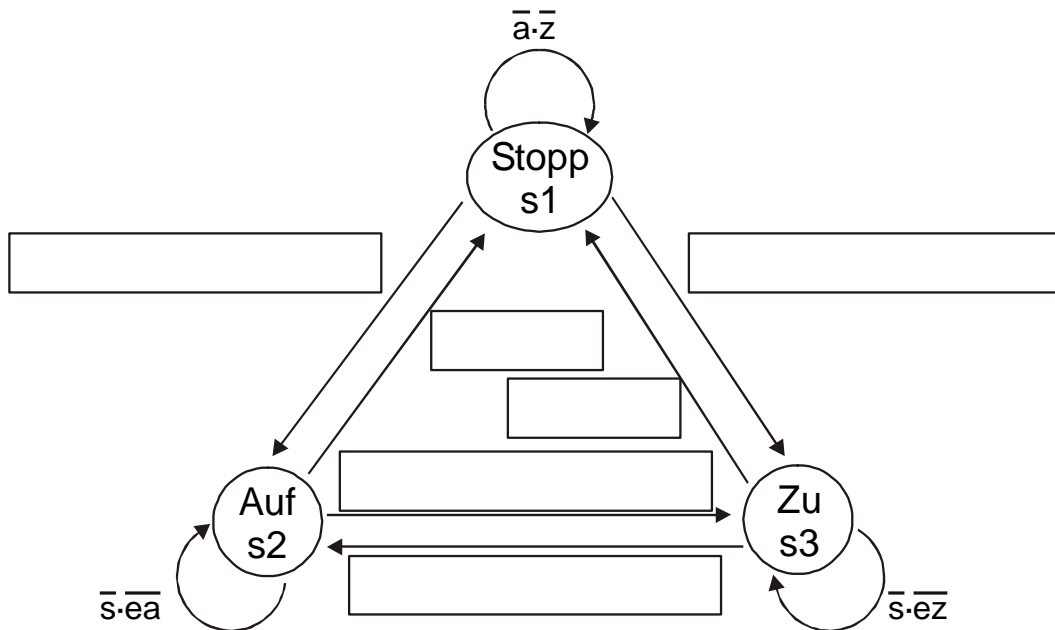

Abbildung 2.1: Zustandsgraph für Garagentorsteuerung
Der Zustandsgraph für die Modellierung enthält drei Zustände ($s1$, $s2$, $s3$). Im Zustand „Auf“ wird das Tor durch einen laufenden Motor geöffnet, im Zustand „Zu“ geschlossen. Im Zustand „Stopp“ ist der Motor ausgeschaltet. In Abbildung 2.1 ist der unvollständige Zustandsgraph für die beschriebene Garagentorsteuerung abgebildet.
- Tragen Sie die Bedingungen für die Übergänge aus den Zuständen „Auf“ und „Zu“ in den Zustand „Stopp“ in den Zustandsgraphen in Abbildung 2.1 ein und verwenden Sie dazu die Informationen aus der Ablauf-tabelle in Abbildung 2.2!
- Tragen Sie die Bedingungen für das Verbleiben in den Zuständen „Auf“ und „Zu“ in die Ablauf-tabelle in Abbildung 2.2 ein und verwenden Sie dazu die Informationen aus Abbildung 2.1! Kennzeichnen Sie irrelevante Bedingungen durch „X“!
- Beschriften Sie die zu diesen beiden Übergängen gehörenden Pfeile in Abbildung 2.1 mit den entsprechenden booleschen Gleichungen für die Eingangsvektoren und tragen Sie diese Übergänge in die Ablauf-tabelle in Abbildung 2.2 ein! Kennzeichnen Sie irrelevante Bedingungen durch „X“!